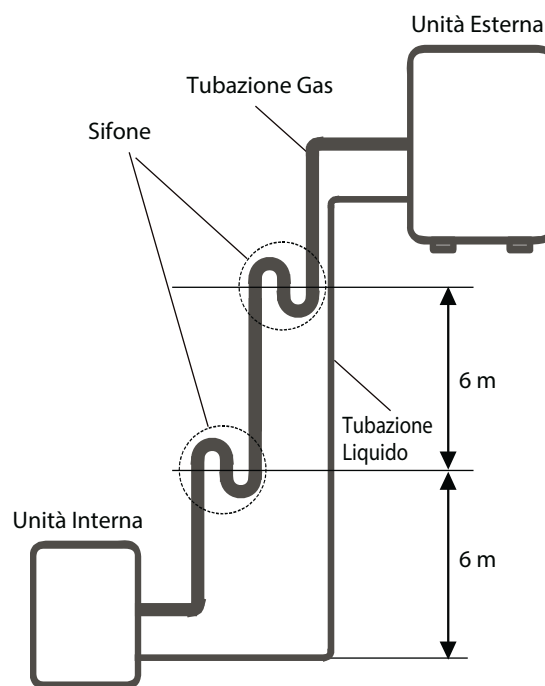

Fig. 7.2
-Si raccomanda di non aumentare le dimensioni della tubazione verticale. Il corretto ritorno dell'olio al compressore deve essere garantito con adeguata velocità del gas di aspirazione. Se la velocità scende al di sotto di 7.62m/s, il ritorno dell'olio sarà diminuito. Installare un sifone ogni 6 metri di tubazione verticale. (See Fig. 7.2)